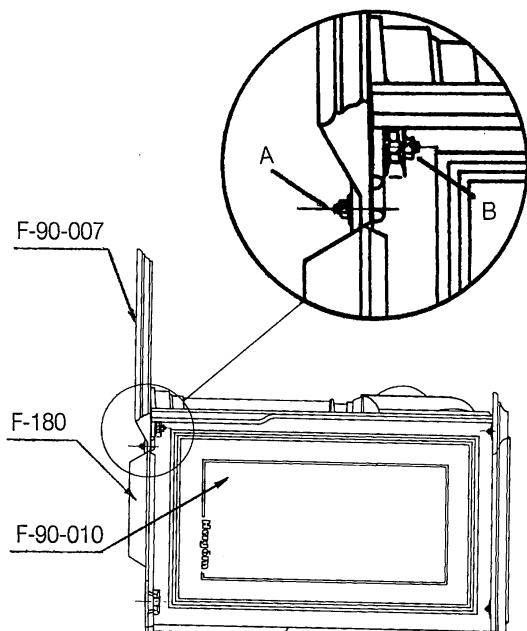

Fig. 2
- F 90 016 Bisagras (4)
3. Unir la bandeja (F-90-007) al fondo (F-180) como se indica en la Fig. 2 hasta hacer coincidir los orificios (Detalle "A").